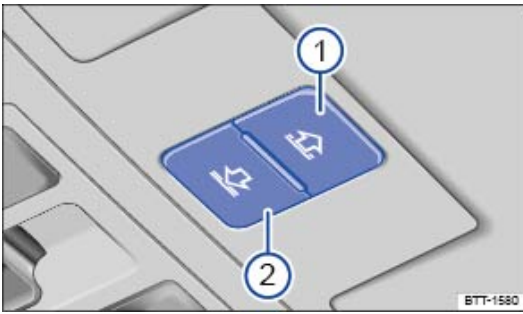

Fig. 90 Dans le ciel de pavillon : touches de commande du store pare-soleil
Les touches → Fig. 90 ① et ② ont deux positions. Dans la première position, il est possible d'ouvrir ou de fermer le store pare-soleil partiellement ou complètement.
- En l'espace d'env. 5 secondes après le déclenchement du dispositif antipincement, appuyez sur la touche → Fig. 90 ② jusqu'à ce que le store pare-soleil soit entièrement fermé.